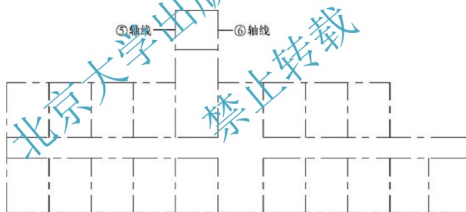

图 2.33 修剪后的图形
(4) 按 **Enter** 键重复执行 **【修剪】** 命令,将图形修剪成图 2.33 所示的状态。